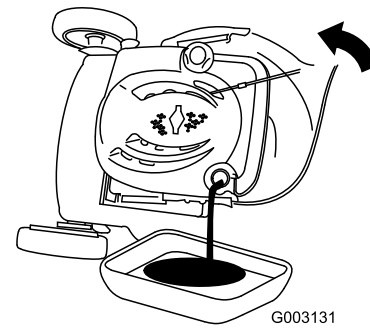

Figure 35
7. Basculez la machine sur le côté, tube de remplissage en bas, pour vidanger l'huile usagée dans le bac de vidange par le tube de remplissage (Figure 35).